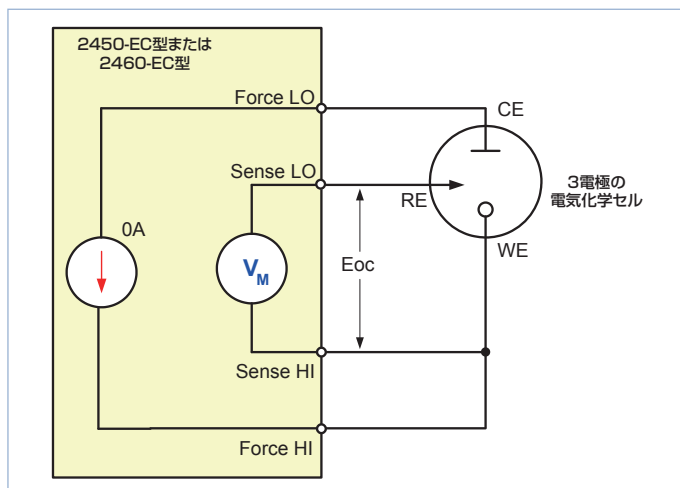

図7. 電気化学セルのオープン回路電位測定のための測定システムのセットアップ
**オープン・サーキット・ポテンシャルの取込み:** 実行中、オープン・サーキット・ポテンシャル（Eoc）が表示されますので、この値が許容可能であればこれに応える必要があります。電気化学セルのオープン・サーキット・ポテンシャルは、電圧計モードで測定されます。オープン・サーキット・ポテンシャルが測定される場合、電流または電圧はセルに印加されません。このハイ・インピーダンス電圧測定は、OA印加に設定し、4線接続で電圧を測定します（図7を参照）。手作業でテスト・リードを繋ぎかえる必要はありません。